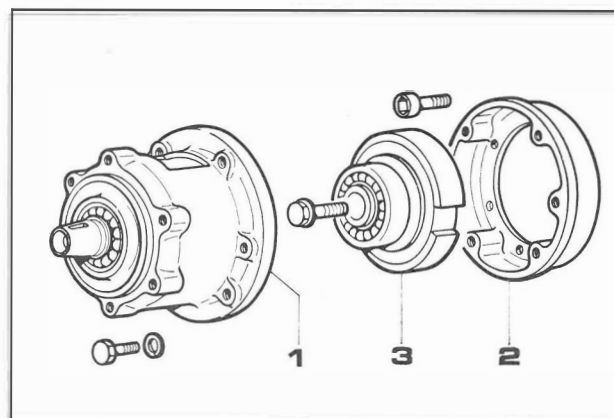

Fig. 93
- Introduire la bague OR dans le boîtier (1) Emmancher le roulement et le bloquer avec la bague d'arrêt (Fig. 93).
- Appliquer la cloche (2) au couvercle distribution. Bloquer les vis à 2 Kgm.
- Monter le groupe centrifuge (3) sur le vilebrequin en bloquant le boulon à 2 Kgm.
- Monter le boîtier (1) sur la cloche (2) en engageant le groupe centrifuge dans le logement de l'axe embrayage. Ne pas forcer avec un marteau pour éviter des endommagements aux roulements. Serrer les boulons à 1,5 Kgm.
- Insert "O" ring in case (1). Press bearing in its seat and lock with snapring (Fig. 93).
- Install adapter housing (2) on the engine. Torque screws to 2 Kgm.
- Assemble centrifugal unit (3) on crankshaft, torquing bolt to 2 Kgm.
- Couple case (1) to adapter housing (2) with its gasket, taking care to properly insert centrifugal unit into shaft housing. Avoid using the hammer to force unit in to prevent damaging bearings. Torque bolts to 1.5 Kgm.
- O-Ring ins Gehäuse (1) einsetzen. Kugellager montieren und mit Haltering befestigen (Abb. 93).
- Glocke (2) auf dem Gehäusedeckel anbringen. Schrauben mit 2,5 kpm anziehen.
- Fliehkraftelement (3) auf die Kurbelwelle montieren; Bolzen mit 3 kpm anziehen.
- Gehäuse (1) auf die Glocke (2) montieren. Dabei Fliehkraftelement in seinen Sitz an der Kupplungswelle einführen. Niemals Hammer benutzen, um die Kugellager nicht zu beschädigen. Bolzen mit 1,5 kpm anziehen.